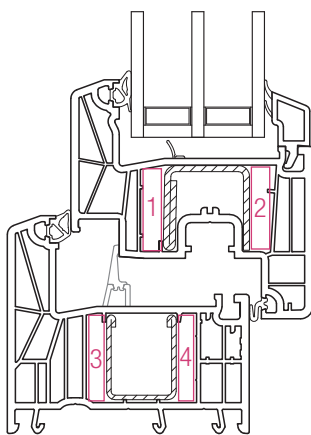

Abb. 1: Beispiel für 4 Vorkammern (je zwei Vorkammern im Blendrahmen und Flügel)
- AD 1,0 = 4 Vorkammern (je zwei Vorkammern in Blendrahmen und Flügel, siehe Abb. 1)